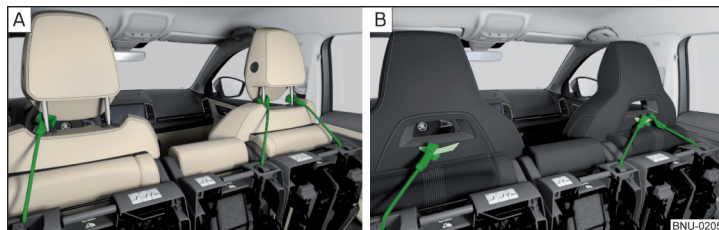

Fig. 92 Blocarea scaunelor ridicate
- › Blocați scaunele ridicate, cu centura de fixare de tija de ghidare a tetierei față » fig. 92 - [A].
- › La scaunele cu tetieră integrată, fixați centura de curelușa de pe partea din spate a spătarului scaunului » fig. 92 - [B].